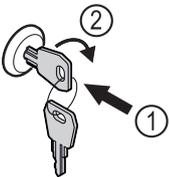

Fig. 92
- ▶ Uvucite ključ Fig. 92 (1).
- ▶ Okrenite ključ za 90° nadesno Fig. 92 (2).